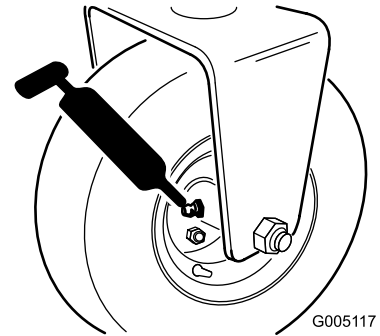

Figura 35
- Conjunto do hub do cilindro traseiro ou, se instalado com um kit de tracção às 3 rodas, engates da roda traseira e biela esférica externa (1) (Figura 35)